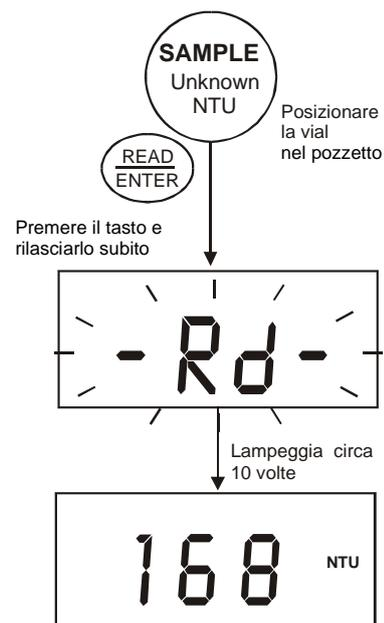

Figura 11 – Misura singola
6. Sul display lampeggia (--Rd--) per circa 12 secondi (vedere Figura 11).
3. Premere il tasto READ/ENTER e rilasciarlo immediatamente (meno di 3 secondi). Vedere Figura 11.